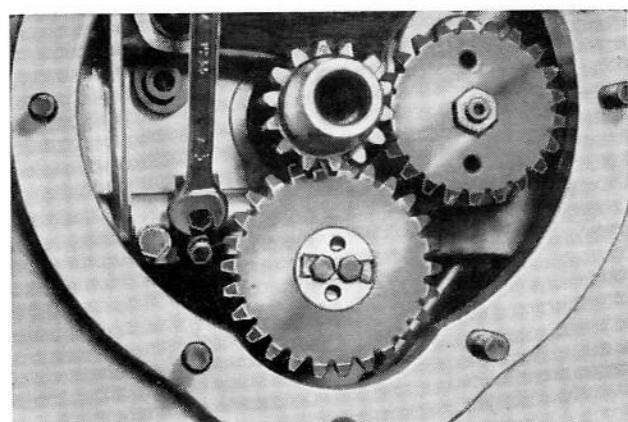

Fig. 63
- Désserer les deux vis de fixation du ressort régulateur et levier de commande de pompe d'injection (fig. 63).